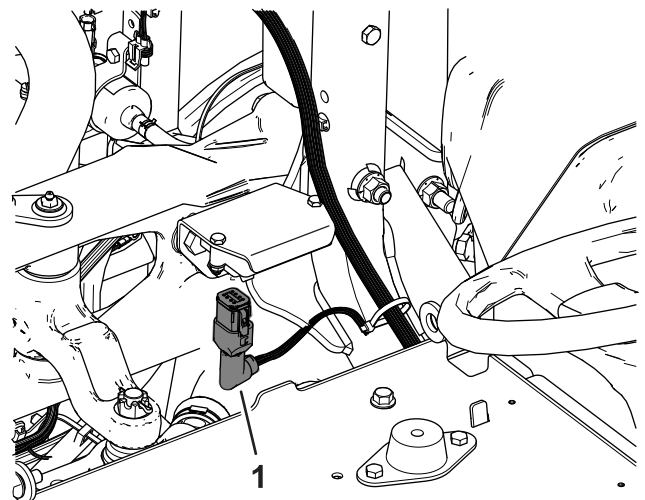

Bild 5
6. Verbinden Sie den 90°-Stecker mit dem Sensor (Bild 5 und Bild 8).